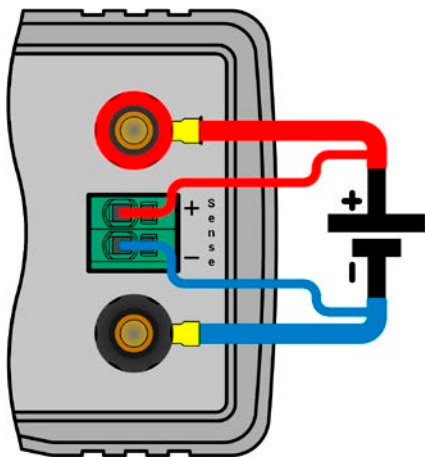

图 12 - 远程感测接线举例
- 感测线跟源极之间要+与+，-与-相连，否则会损坏两个系统。见图12。